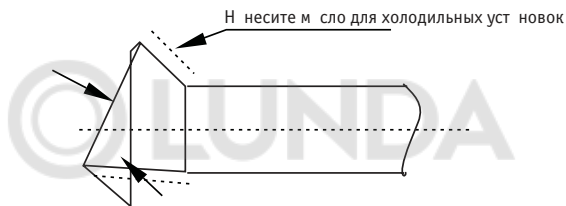

Рис. 6.3
- Перед установкой конусной г йки конус трубы не носите конусный конец трубы (внутри и снаружи) мылом для холодильных установок, не верните конусную г йку рукой три-четыре оборота , прежде чем з -тянуть г йку. См. рисунок 6.3.